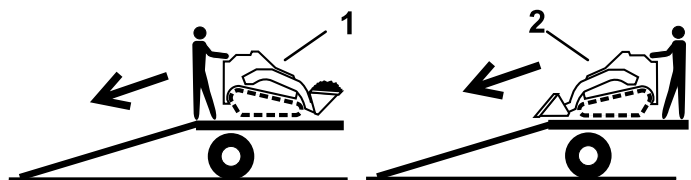

Рисунок 22
2. При выгрузке машины с прицепа по наклонному въезду более тяжелая часть машины должна быть обращена вверх, при этом грузы должны быть опущенными (Рисунок 22).